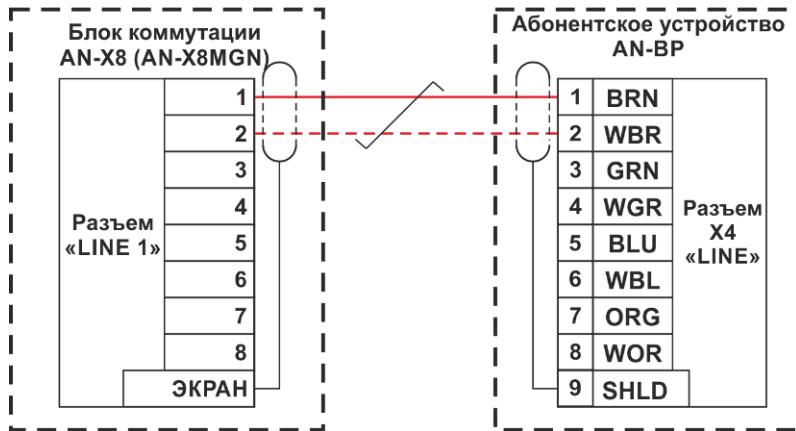
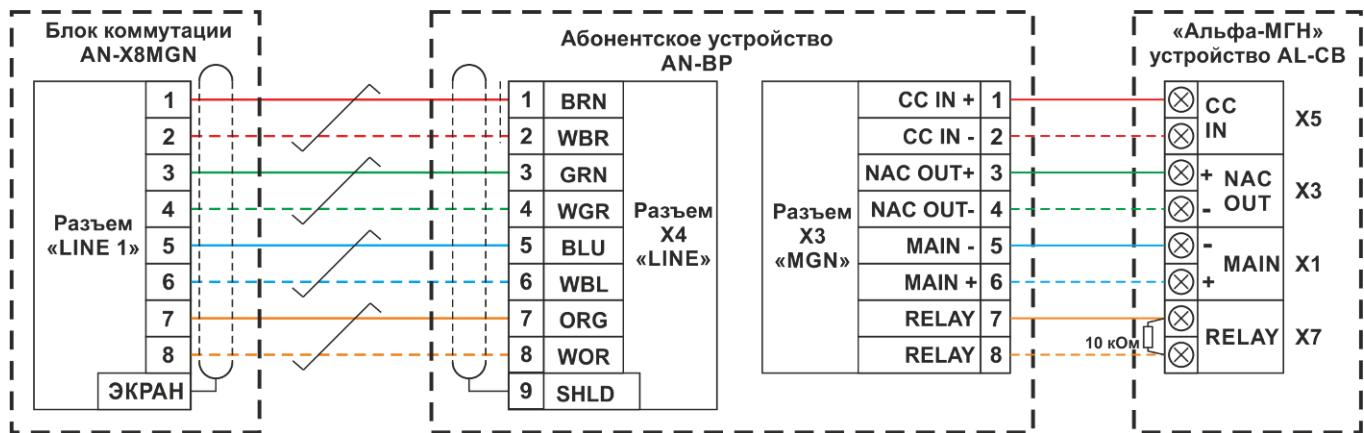

Рис. 4.1
Рис. 4.2
7.1.1. Схема подключения АУ к блоку коммутации AN-X8 (AN-X8MGN) без подключения к системе «Альфа-МГН» показана на Рис. 4.1
7.1.2. Схема подключения АУ к блоку коммутации AN-X8MGN и системе «Альфа-МГН» показана на Рис. 4.2
7.2 Назначение разъемов и элементов регулировки показанных на Рис.3, Рис. 4.1 и Рис.4.2:
- 11) Если к АУ подключено устройство AL-CB (система «Альфа МГН») (см. Рис. 4.2), то убедитесь, что в блоке расширения абонентских линий AN-X8MGN включен опрос устройств системы «Альфа-МГН» (см. ТД на AN-X8MGN).